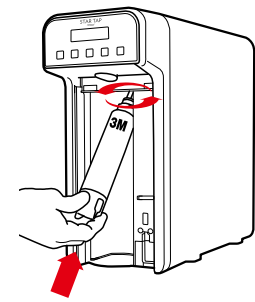

Fig. 3-29
30.32 - Inserire l'estremità superiore della cartuccia filtrante nella sede di aggancio, spingendola verso l'alto e ruotandola da sinistra verso destra fino a raggiungere il punto di blocco. Provare a tirare il filtro verso il basso per assicurarsi che sia perfettamente agganciato, nel caso si dovesse sfilare ripetere l'operazione descritta precedentemente, vedi Fig. 3-29.